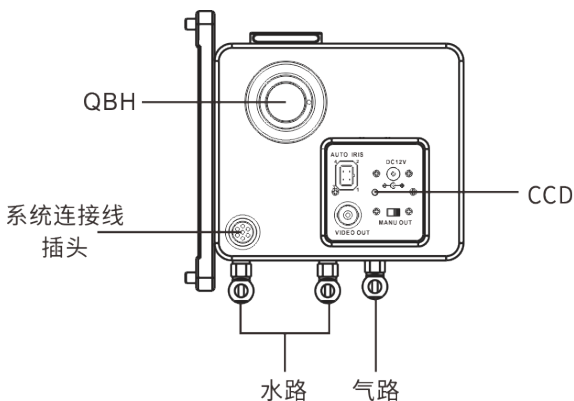

图 2-1 枪体接口图
3. 【水路】、【气路】接口设有 $\phi 6\text{mm}$ 快速接头，按标签 、 直插即可，如图 2-1。